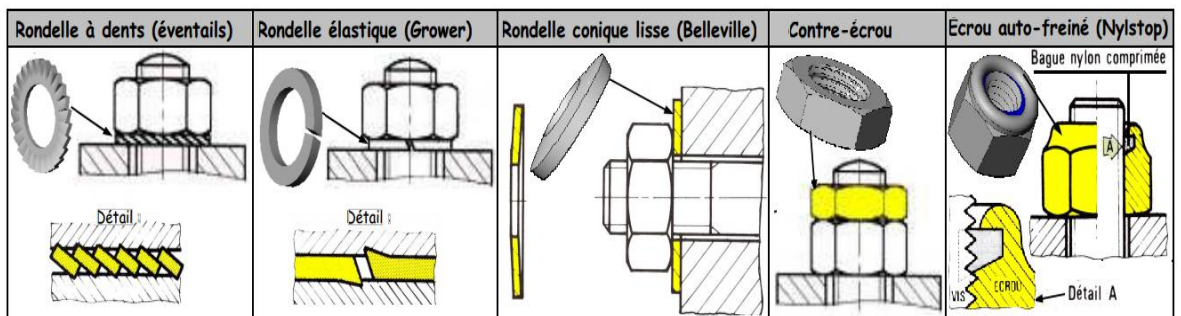

Fig. 5 : Eléments de freinage
5. Eléments de freinage par adhérence (sécurité relative) : (fig. 5)
A. par adhérence (sécurité relative) : (fig. 5)